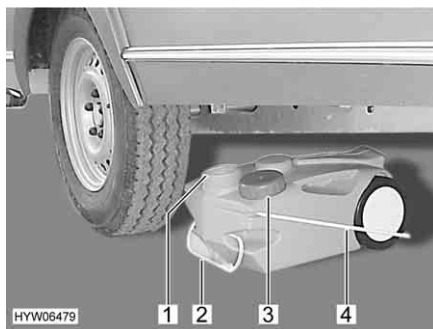

Fig. 157 Serbatoio delle acque grigie, mobile
- Chiudere l'apertura del serbatoio delle acque grigie (Fig. 157,1) con il coperchio (Fig. 157,3).
- Estrarre il serbatoio delle acque grigie tramite la maniglia (Fig. 157,2).
- Sollevare verso l'alto la maniglia da asporto (Fig. 157,4) e posizionare verticalmente il serbatoio delle acque grigie.